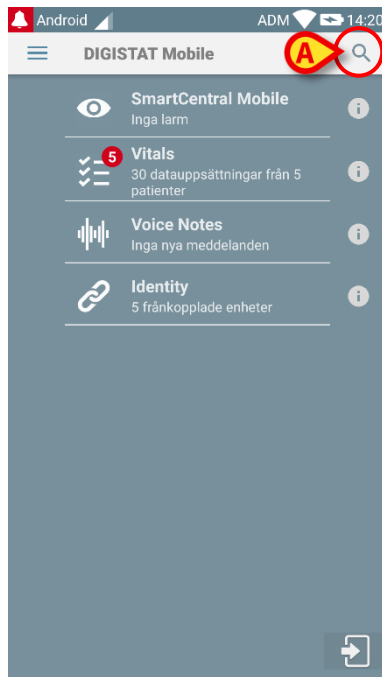
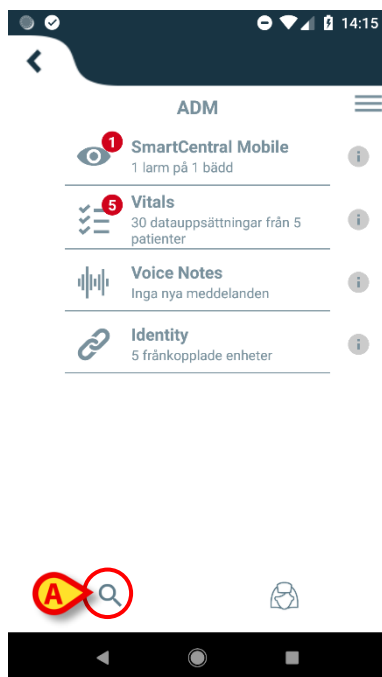
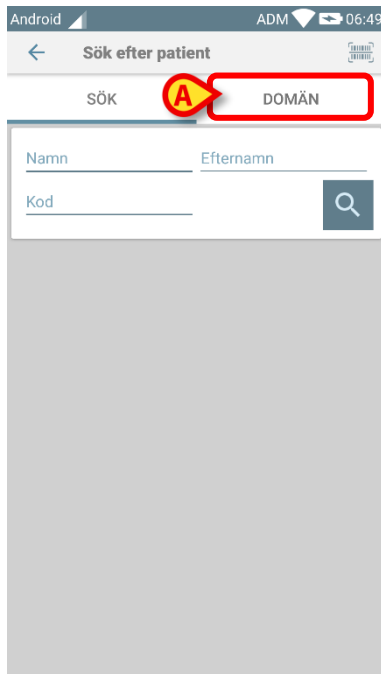

Fig. 31
Fig. 32
Fig. 39
- Tryck på ikonen som anges i Fig. 31 **A** för icke-Myco-enheter eller i Fig. 32 **A** för Myco-enheter.
- Tryck på ikonen som anges i Fig. 31 **A** för icke-Myco-enheter eller i Fig. 32 **A** för Myco-enheter. Följande skärm visas (Fig. 39):